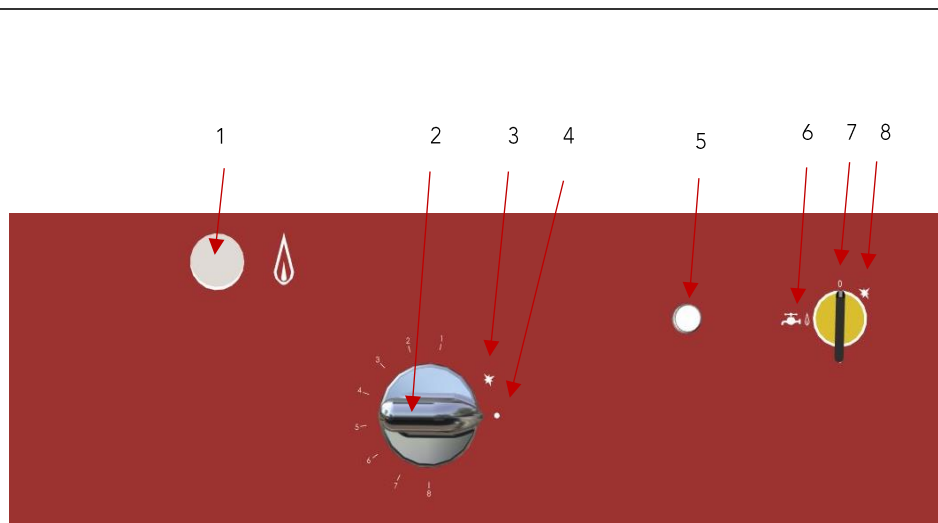

Fig. 15
- Mettre l'appareil sous tension le voyant blanc est allumé. (Fig15 Rep5)
- Appuyer sur la manette gaz (Fig15 Rep2) sur la position allumage/veilleuse (Fig15 Rep3) et de façon simultanée tourner la manette du commutateur sur la position allumage (Fig15 Rep8)
- Pour faire circuler l'eau dans la gorge périphérique, tourner le commutateur sur la position  (Fig15 Rep6).